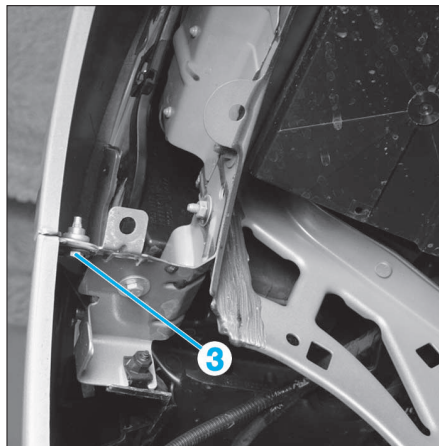

FIG. 4
- Déposer les vis (3) (Fig.4).